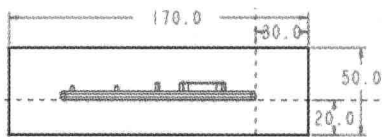

图 1.3 截面草图
(1) 在弹出的菜单管理器中选择  Solid (实体)  Protrusion (伸出项) 命令，在弹出的菜单中选择  Extrude (拉伸)  Solid (实体)  Done (完成) 命令，此时系统弹出拉伸操控板。
(2) 创建实体拉伸特征。
① 定义草绘截面放置属性。在绘图区中右击，从系统弹出的快捷菜单中，选择  定义内部草绘... 命令。系统弹出“草绘”对话框，然后选择参照模型 MOLD_RIGHT 基准平面作为草绘平面，选取 MAIN_PARTING_PLN 平面为参照平面，方向为  顶，单击  草绘 按钮，至此系统进入截面草绘环境。
② 进入截面草绘环境后，选取 MAIN_PARTING_PLN 基准平面和 MOLD_FRONT 基准平面为草绘参照，绘制图 1.3 所示的截面草图。完成截面草图绘制后，单击工具栏中的“完成”按钮.